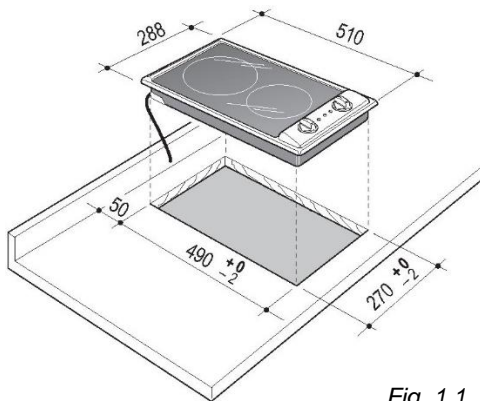

Fig. 1.1
Pentru a instala blatul plitei în corpul de bucatărie, trebuie să perforați un orificiu cu dimensiunile prezentate în fig. 1.1, ținând cont de următoarele:
- plita trebuie ținută la o distanță de cel puțin 50 mm de peretele din spate (fig. 1.1);